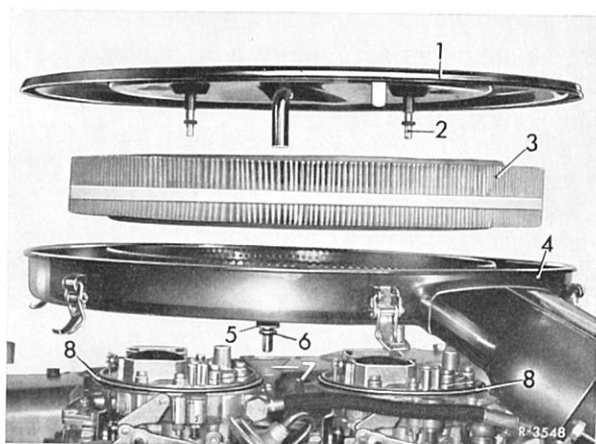

Bild 09-1/3
- 2 Befestigungsschrauben (2) lösen und Luftfilter abnehmen (Bild 09-1/3).